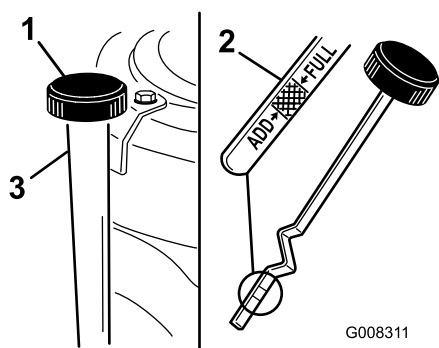

Figure 25
7. Nettoyez la surface autour de la jauge (Figure 25) pour éviter de faire tomber des impuretés dans l'orifice de remplissage, ce qui endommagerait le moteur.
8. Retirez la jauge d'huile et essuyez soigneusement l'extrémité métallique (Figure 25).
9. Revissez la jauge complètement dans le tube de remplissage (Figure 25).
11. Nettoyez la surface autour du bouchon de la jauge de niveau d'huile et dévissez le bouchon (Figure 25).
12. Versez avec précaution environ 80 % de l'huile moteur dans le goulot de remplissage (Figure 25). Voir Vidange de l'huile moteur \(page 23\).